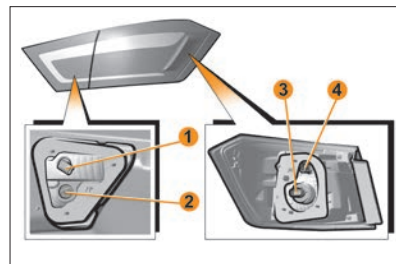

Рис. 12. Задние фонари
Для замены лампы света заднего хода **1** (рис. 12) необходимо:
– преодолевая сопротивление держателей, отогнуть обивку крышки багажника для доступа к патрону-разъему **1** (рис. 12). Во избежании повреждения обивки, отгибание производить на величину не более 7–8 см;
– повернуть патрон-разъем **1** (рис. 12) против часовой стрелки и вынуть его из посадочного места в сборе с лампой;
Для замены лампы габаритного огня **2** (рис. 12) необходимо: – применяя аналогичную последовательность, что и для замены лампы света заднего хода **1**, обеспечить доступ к патрону-разъему **2** лампы габаритного огня;